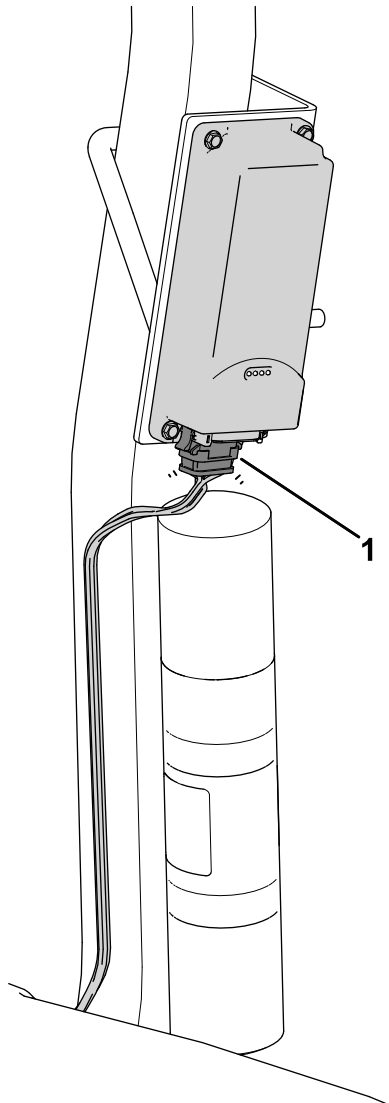

Bild 12
3. Den mit P02 gekennzeichneten Steckverbinder des Telematikkabelbaums an das Telematikgerät anschließen (Bild 12).